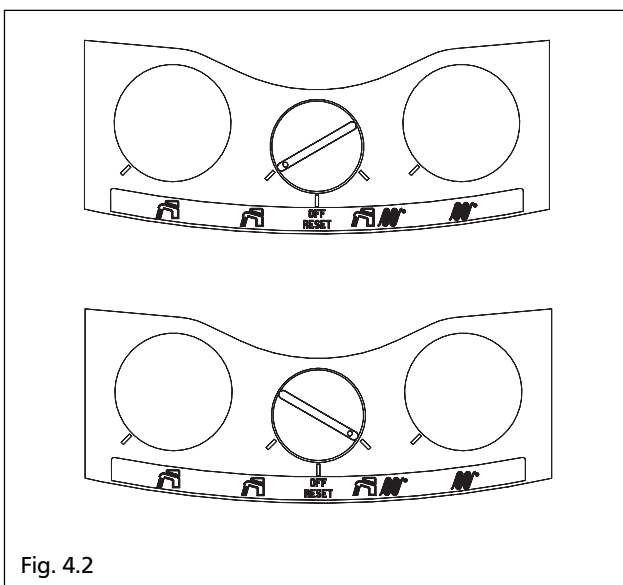

Fig. 4.2
- Indstil driftvælgeren på  sommer eller  vinter (fig. 4.2)